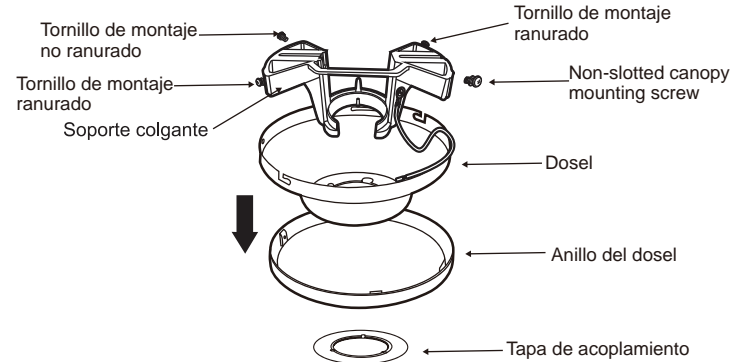

Fig. 7
Paso 1: Empuje hacia abajo el anillo decorativo desde la cubierta (Fig.7)
Paso2. Retire la tapa inferior de la cubierta decorativa haciéndola girar en sentido antihorario. (Fig.7)